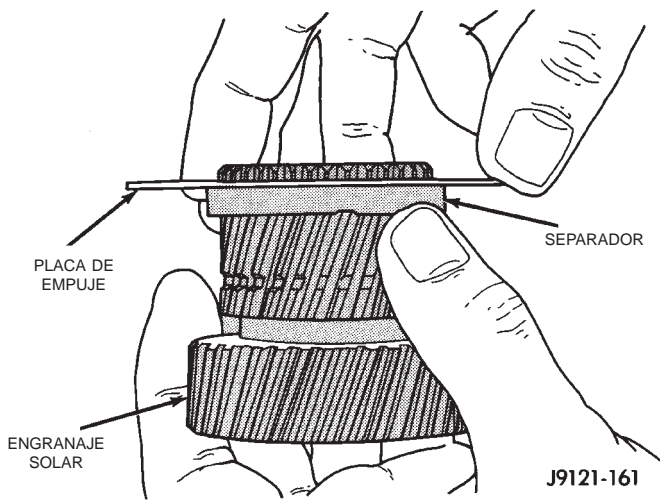

Fig. 153 Instalación de la arandela de empuje delantera del casco impulsor en el engranaje solar
(8) Instale la arandela de empuje en el engranaje solar (Fig. 153). Observe que las placas de empuje del casco impulsor son intercambiables. Utilice cualquier placa en el engranaje solar y en la parte delantera/trasera del casco.